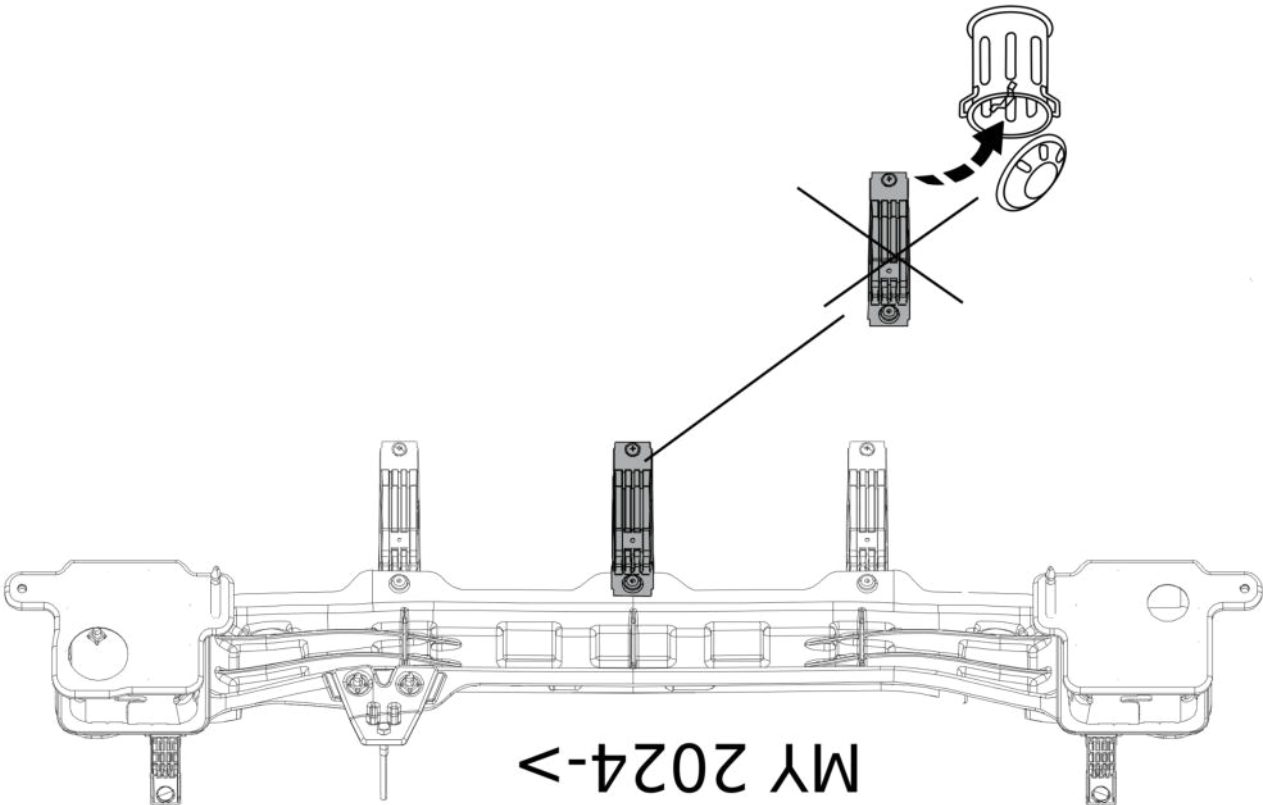

Fig. 2
2. Die Stoßängertträger abmontieren. Siehe Abbildung 2 & 3.
2. Zdemontować wsporniki zderzaka. Patrz rysunek 2 & 3.